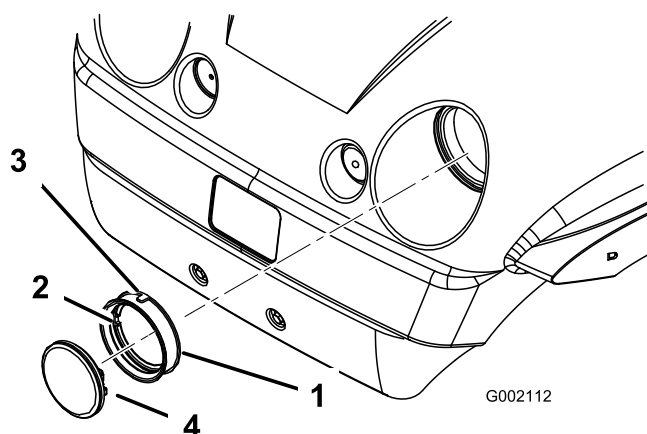

Figura 40
4. Rimuovete la tenuta in gomma attorno alla lampadina (Figura 40). Scartate il faro.
5. Allineate la tacca all'interno della tenuta con la tacca sul nuovo faro (Figura 40). Collocate la tenuta sul faro fin quando non sarà posizionata saldamente.